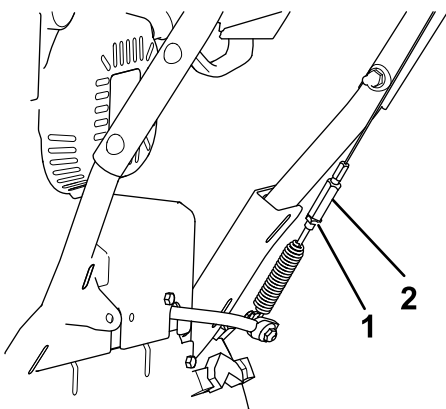

**Figura 26**
3. Con la leva della coclea/ventola disinnestata, assicuratevi che la distanza tra il braccio della frizione della coclea e il telaio della macchina sia pari a 1,5 mm, come illustrato nella Figura 26.